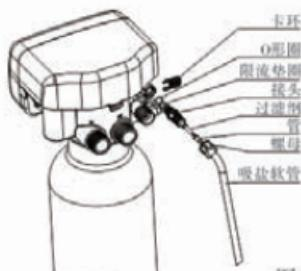

图6
⑥安装吸盐管路
- 如图6所示，将注水限流垫圈装入接头，然后装入O形圈；